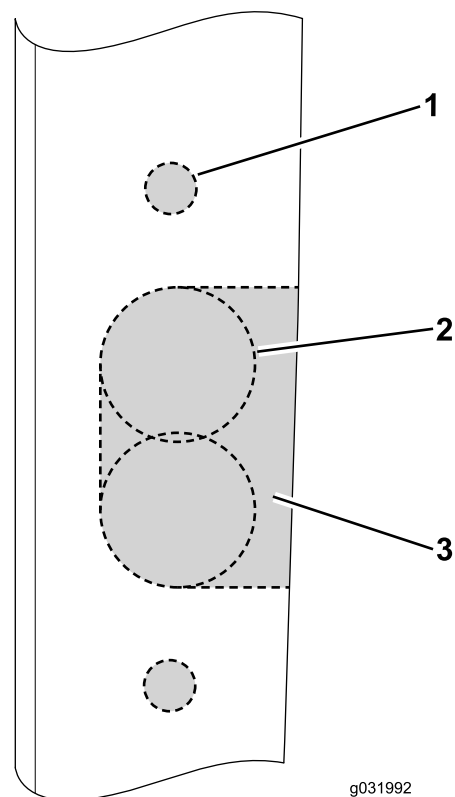

Figura 56
2. Faça os furos de 0,71 cm para os parafusos de cabeça flangeada Figura 56.
3. Utilize uma serra de furo de 2,54 cm para efetuar o raio no recorte (Figura 56).